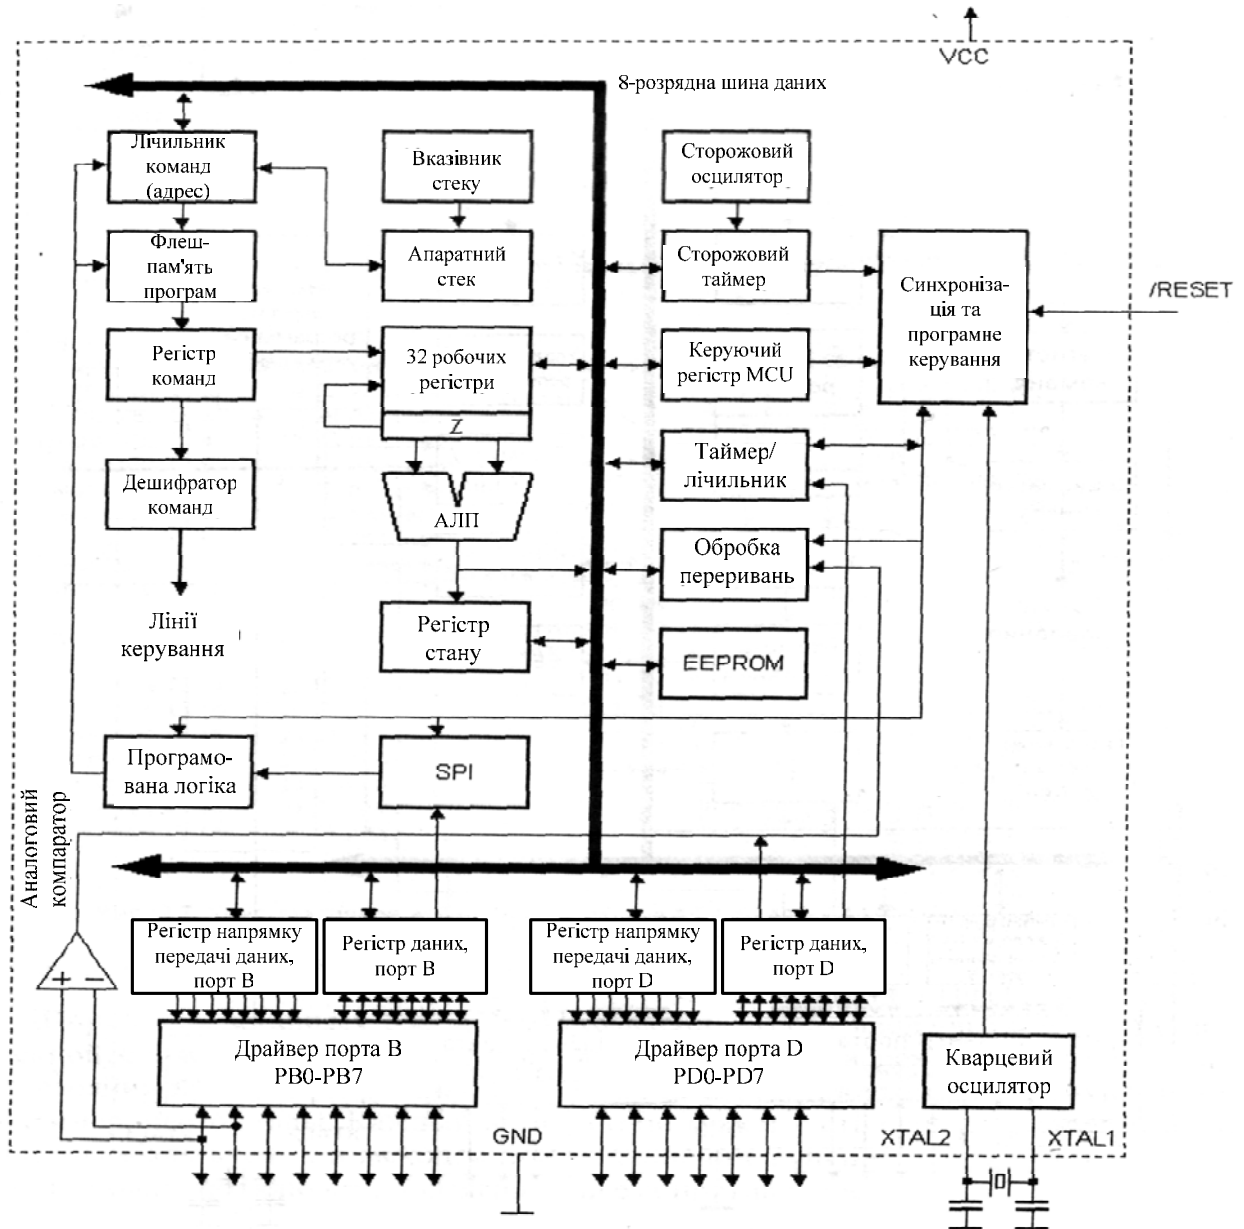
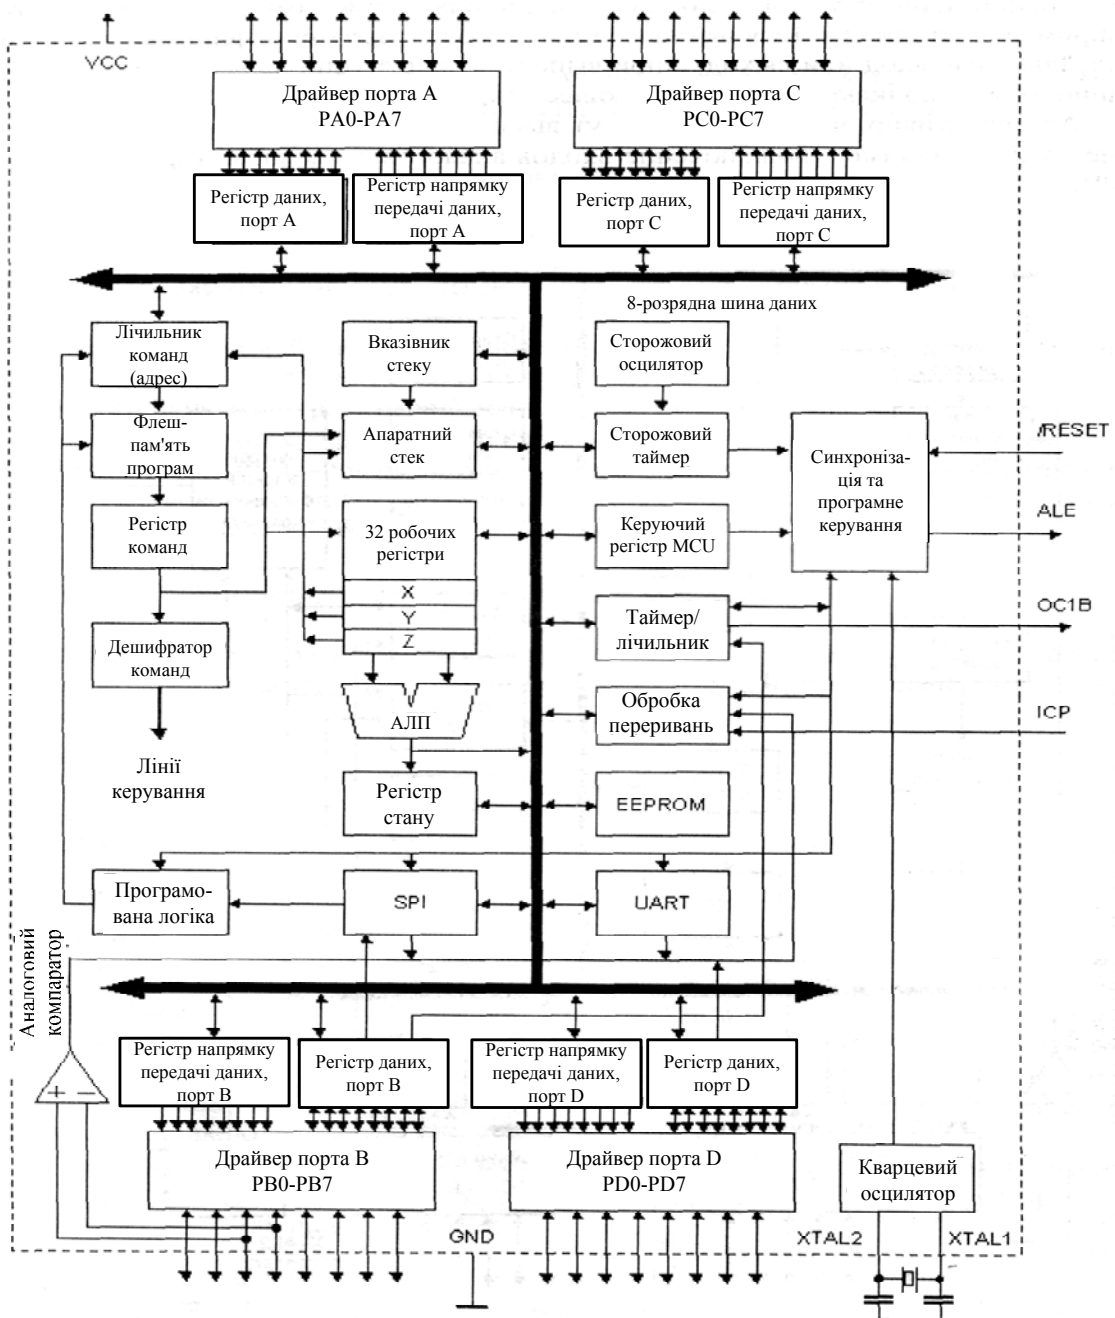

Рис. 2.4. Блок-схема мікроконтролера AT90S1200
Рис. 2.5. Блок-схема мікроконтролера AT90S8515
Архітектура сімейства мікроконтролерів AVR показана на прикладі її найбільш простого в даний час представника AT90S1200 (рис.2.4) і найпродуктивнішого мікроконтролера AT90S8515 (рис. 2.5).
6. Розкажіть, для чого призначені виводи зображені на рис.2.5.